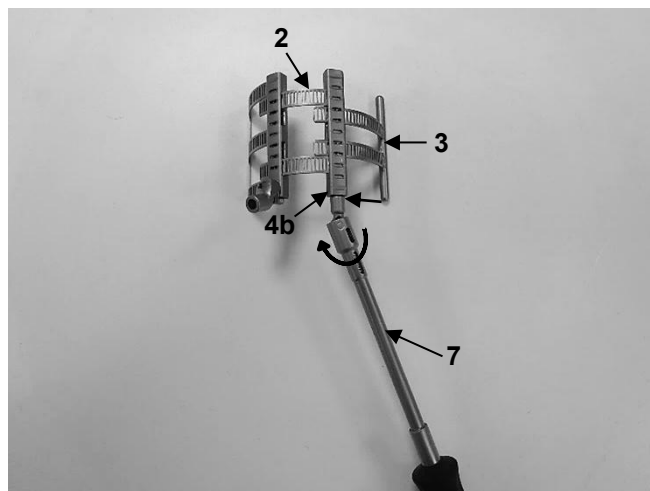

Abb. 18
2. Anschließend das sekundäre Element (3) in das primäre Element (2) einsetzen und mithilfe des geeigneten Schraubendrehers (7) einfahren. Hierfür den Transportmechanismus an dem Kastenmodul des primären Elements (4b) mithilfe des Schraubendrehers (7) gegen den Uhrzeigersinn drehen (Abb. 18).